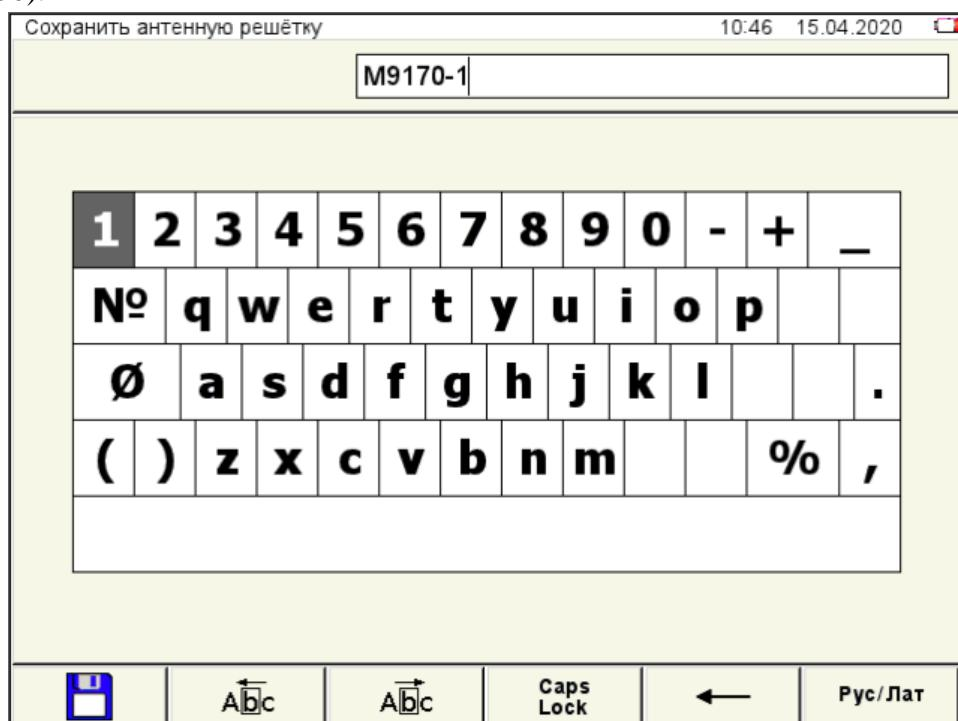

Рисунок 30
**Сохранить под новым именем** – откроется окно редактирования имени (рисунок 30).